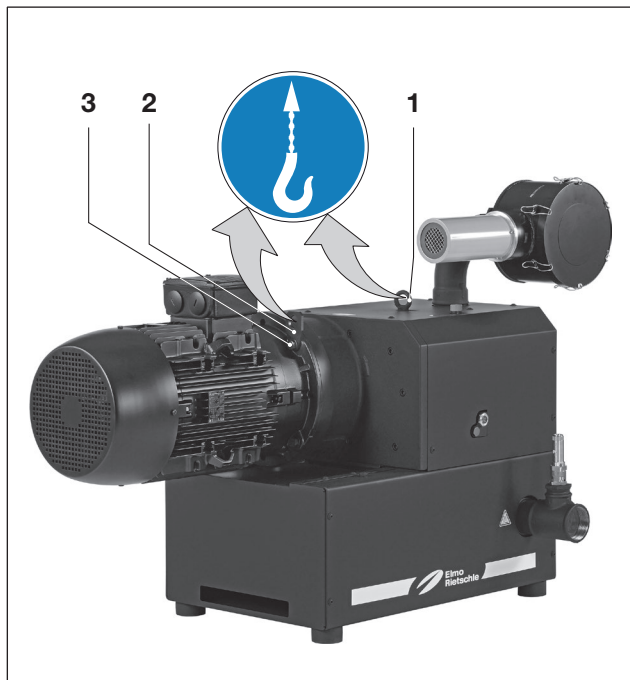

Fig. 1 Elevación y transporte
- a) Apretar bien el tornillo de armella (fig. 1/1) y el tornillo de fijación (fig. 1/3) a la brida (Abb. 1/2) de transporte.